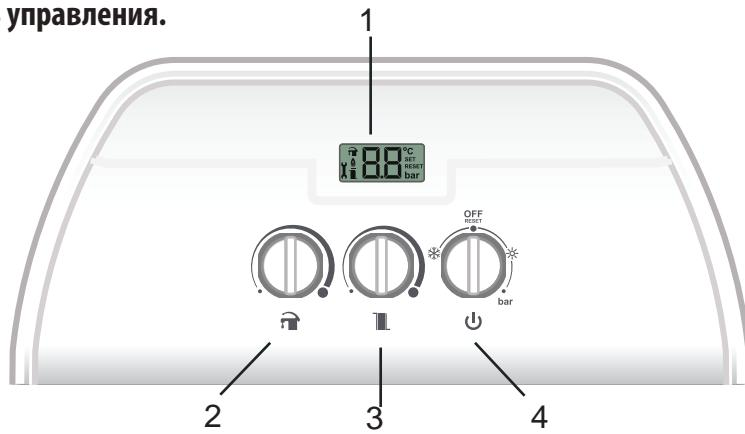
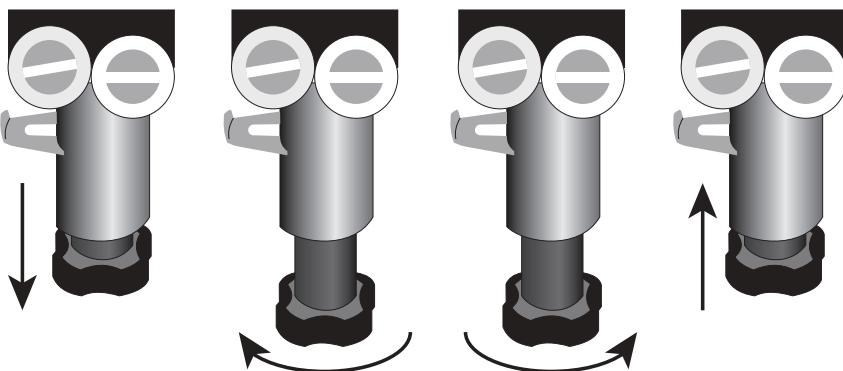

Рис. 2. Панель управления.
Рис. 7. Кран для заполнения водой системы отопления.
- Для включения котла поверните переключатель режимов работы (поз. 7 – рис. 2) в положение «Лето ☀» или «Зима ❄».
Для выключения котла поверните переключатель режимов работы (поз. 7 – рис. 2) в положение «OFF-Reset».
Для включения режима «Лето ☀» поверните переключатель режимов работы котла (поз. 7 – рис. 2) в положение «Лето ☀». Этот режим предназначен только для подачи горячей воды (ГВС), система отопления в этом режиме не работает.
Для включения режима «Зима » поверните переключатель режимов работы котла (поз. 7 – рис. 2) в положение «Зима ». Этот режим предназначен для нагрева системы отопления и подачи горячей воды.
С помощью ручки регулировки температуры в системе отопления (поз. 6 – рис. 2) установите необходимую температуру теплоносителя от 40 до 80 °C.
С помощью ручки регулировки температуры горячей воды (поз. 5 – рис. 2) установите необходимую температуру ГВС от 35 до 64 °C.
Давление в системе отопления, измеряемое манометром котла (поз. 3 – рис. 2), должно составлять 1,3-1,5 бар. Если во время работы котла давление в системе упадет до величины ниже минимально допустимой, котел будет остановлен и на дисплее выскажется ошибка F7. С помощью крана подпитки воды (рис. 7) доведите давление до первоначального значения 1,3-1,5 бар. По окончании операции всегда закрывайте кран подпитки воды.